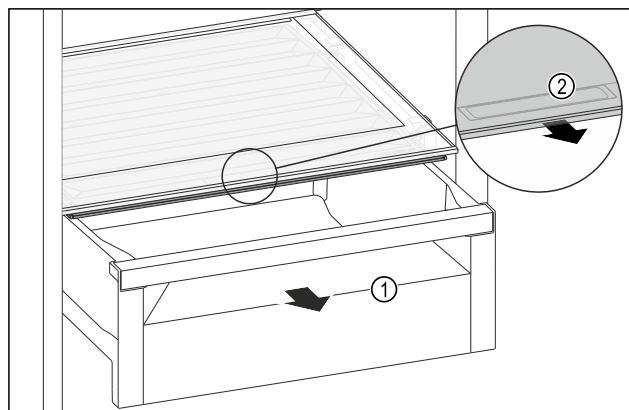

Fig. 212
- Zásuvku Fig. 212 (1) vytáhněte.
- Uchopte prohlubeň pro rukojeť Fig. 212 (2) na víku zásuvky a současně zatáhněte za víko zásuvky směrem dopředu.